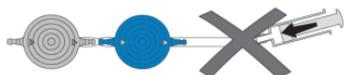

Fig. 25: Undgåelse af trykpåvirkning
- ▶ **En trykpåvirkning ved hjælp af en engangs-sprøjte bør både undgås ved den proksimale og ved den distale ende (Fig. 25).**